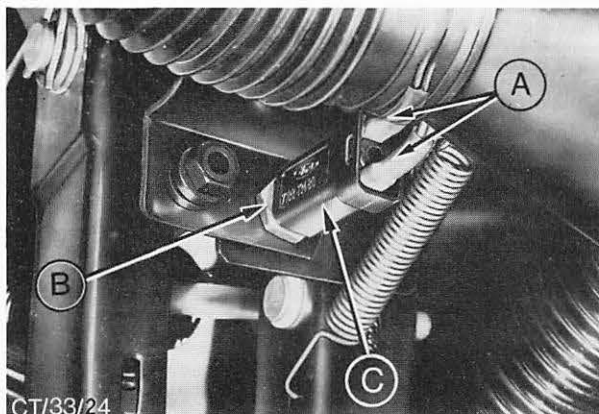

Abb. 66 A = Anschlüsse - Kabelstrang
2. Kabel vom Schalter abklemmen, Kontermutter des Schalters entfernen und Schalter ausbauen, Abb. 66.